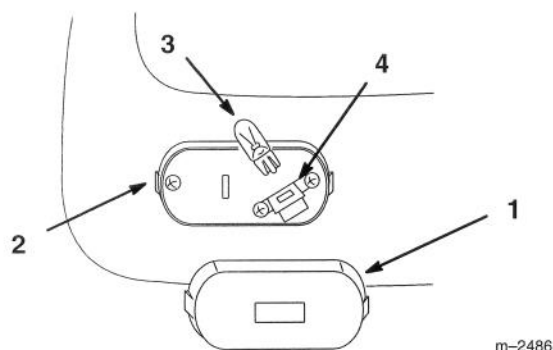

Abbildung 37
2. Einen Schraubendreher in den Schlitz stecken und drehen, um das Glas zu entfernen (Abb. 37).
1. Die Birnenunterseite auf die Fassung ausrichten und hereindrücken (Abb. 37).
2. Das Glas ausrichten und auf den Sockel drücken (Abb. 37).